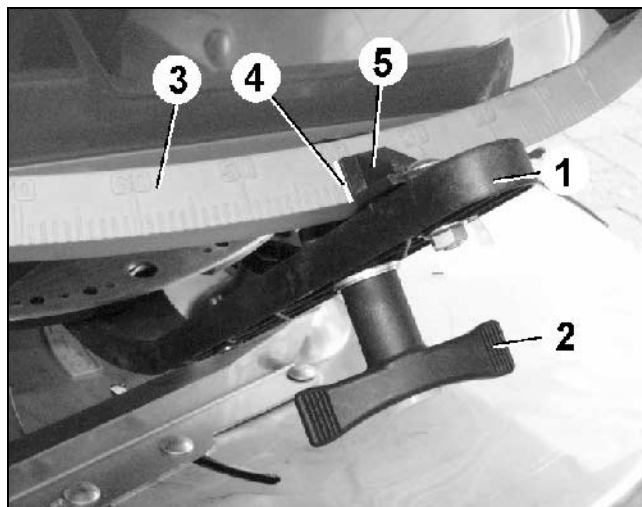

Fig. 85
- Mengdeinnstillingen skjer da ifølge spredetabellen ved hjelp av stillespaken (Fig. 85/1).
- Løsne vingemutteren (Fig. 85/2).
- Finn den nødvendige spjeldstillingen på skalaen (Fig. 85/3).
- Still avlesekannten (Fig. 85/4) til stillespakviseren (Fig. 85/5) på skalaverdien.
- Trekk vingemutteren (Fig. 85/2) godt til igjen.